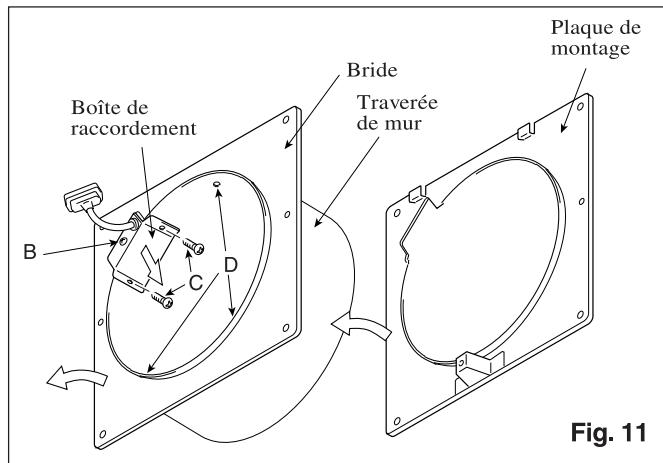
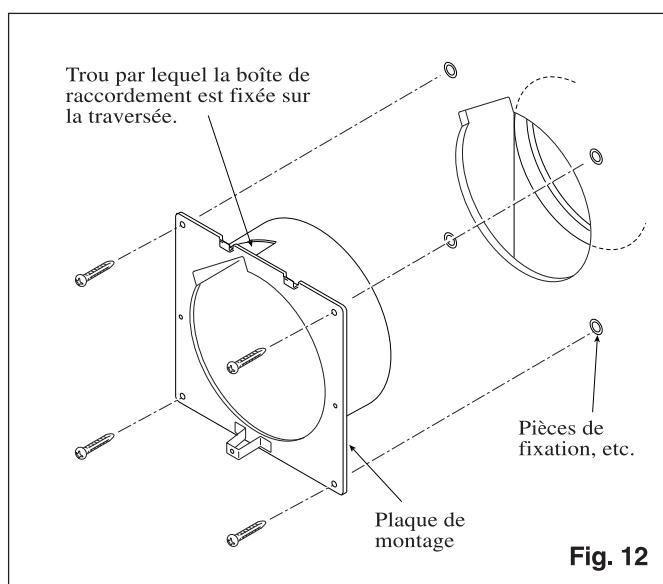

Fig. 11
Fig. 12
3. Déposer la boîte de raccordement de la traversée en enlevant ses deux vis (C) (voir Fig. 11)
4. Déposer le couvercle de la boîte de raccordement en enlevant la vis (B).
5. Enlever les vis (D) et remplacer la bride de traversée de mur par une bride de montage. (La face de la plaque de montage doit être alignée à l'extrémité de la traversée qui vient de l'intérieur.)
6. Fixer la traversée sur la cloison avec les vis fournies (Vis I) (voir Fig. 12). Si la paroi intérieure est constituée d'une plaque de plâtre, utiliser des fixations adéquates (disponibles dans le commerce) pour monter la traversée.